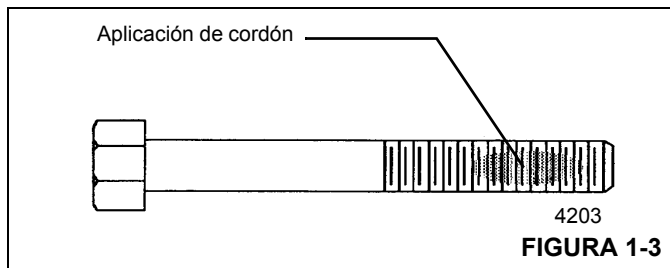

FIGURA 1-3
1. Aplique un cordón en sentido perpendicular a las roscas, de un ancho equivalente al de varias roscas, en la zona aproximada de engrane de las roscas (vea la Figura 1-3).
3. Después de haber aplicado la pasta y haber engranado las roscas adosadas, la fijación se producirá en menos de cinco (5) minutos, si se le aplicó imprimador antes del engrane. La fijación de las piezas puede tomar hasta 30 minutos si no se les aplica imprimador.